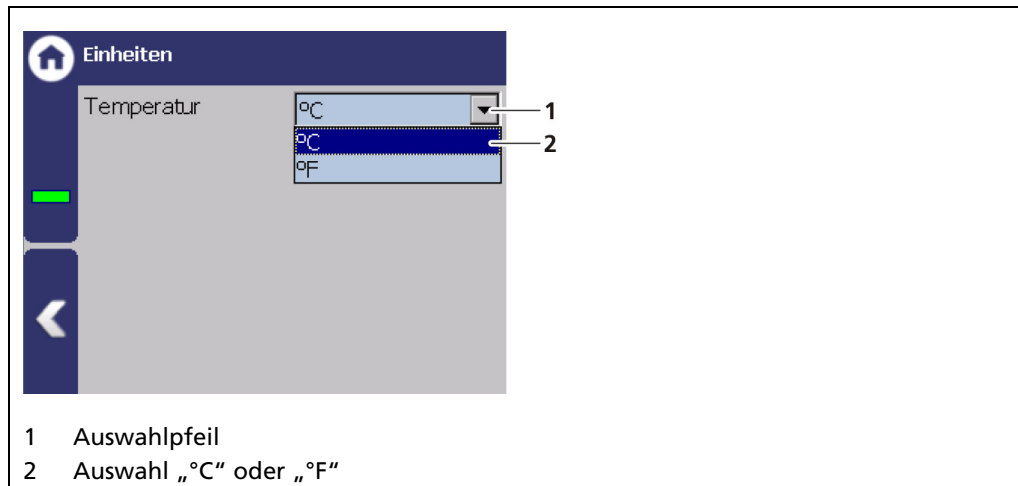

Abb. 37 Einheit Temperatur
Mit der Aktivierung (Abb. 37, Pos. 1) der CE Fernsteuerung kann das Gerät über die Netzwerkverbindung bedient werden. Die Software der Fernsteuerung (RC-Software) ist auf dem Gerät gespeichert und kann auf einen USB-Speicher kopiert werden.
- ▶ Der USB-Speicher wird nach einigen Sekunden vom System erkannt und die Schaltfläche <RC-Software kopieren> (Abb. 37, Pos. 2) kann angeklickt werden.
2. Klicken Sie die Schaltfläche <RC-Software kopieren> (Abb. 37, Pos. 2) an.
Damit die Remote Control funktioniert, muss das Auswahlhäkchen im Menü „CE Remote Control“ auf „Aktiv“ (Abb. 37, Pos. 1) gesetzt sein.